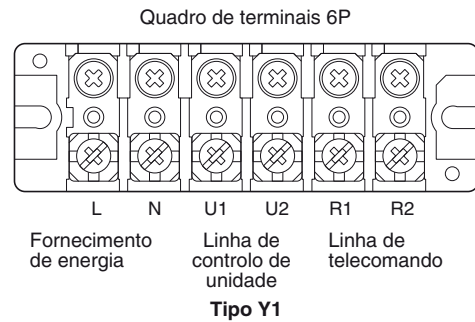

Fig. 4-2
- (1) Consulte a Secção 4-2. “Comprimento e diâmetro do fio recomendados para o sistema de fornecimento de alimentação” para a explicação de “A”, “B”, “C”, “D” e “E” nos diagramas acima.
- (2) O diagrama de ligação básica da unidade interior mostra os quadros de terminais e, portanto, os quadros de terminais no seu equipamento podem diferir do mostrado no diagrama. (Fig. 4-2)
- (3) O endereço do circuito do refrigerante (R.C.) deve ser definido antes de ligar a alimentação.
- (4) Com respeito à definição do endereço R.C., consulte as instruções de instalação fornecidas com o telecomando (opcional). A definição automática do endereço pode ser executada automaticamente pelo telecomando. Consulte as instruções de instalação fornecidas com o telecomando (opcional).